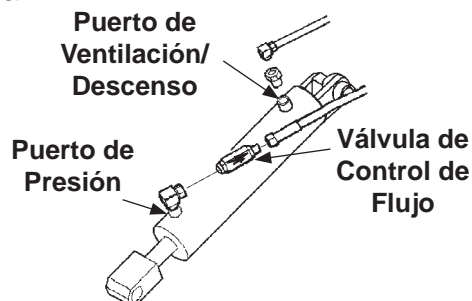

FIG. 36-3
2. Inspeccione el cilindro hidr. con la plataforma sobre el suelo, retire el tapón respiradero o línea de ventilación del puerto de ventilación/ descenso del cilindro (FIG. 36-3). Eleve la plataforma hasta nivel de cama. Deje accionado el motor dos segundos más mientras inspecciona el puerto de ventilación/descenso en busca de fluido hidr; es normal que salgan unas cuantas gotas pero si es un flujo constante, los sellos del pistón están desgastados. De ser así, reemplace los sellos.
3. Inspeccione y limpie la válvula de control de flujo en la línea hidráulica de alta presión conectada al cilindro. Cuando la vuelva a colocar, asegúrese de que la orientación de la flecha en la válvula sea como la señalada en la FIG. 36-3.